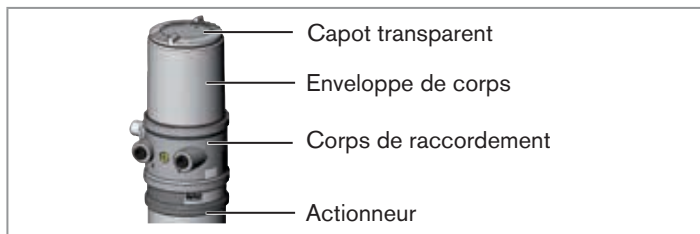

Fig. 19 : Ouvrir tête de commande
- Pour dévisser et visser le capot transparent, ne pas exercer de contre pression sur l'actionneur de vanne process mais sur le corps de raccordement (voir « Fig. 19 »).